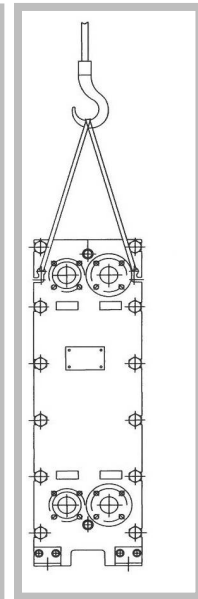

Abbildung 24
4. Senken Sie den PWÜ vorsichtig auf den Apparatefüßen ab (Abbildung 24).